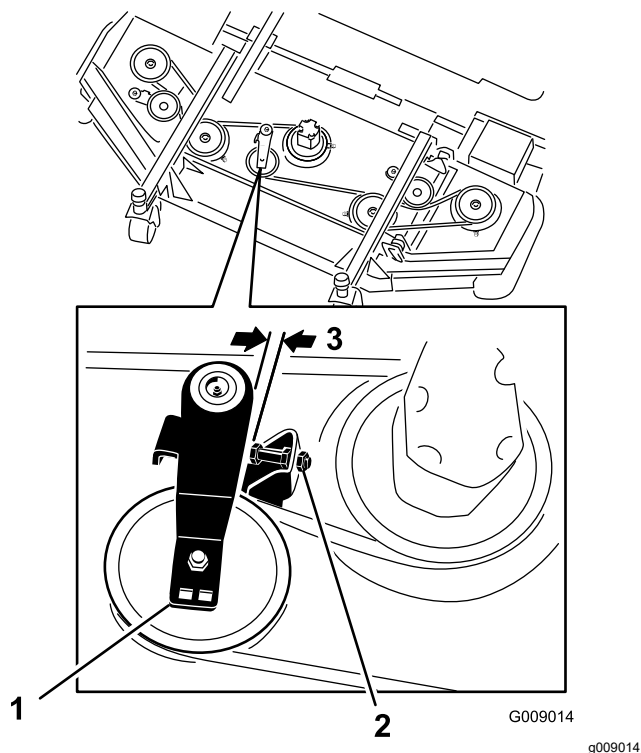

Figura 124
3. En la carcasa delantera central, afloje las contratueras del tornillo de tope de la polea tensora y enrosque el tornillo de tope en el soporte (Figura 124).
4. Con una llave de carraca u otra herramienta similar, aleje la polea tensora de cada carcasa lateral de la correa de transmisión para aliviar la tensión de la correa y poderla retirar de la polea de la carcasa lateral (Figura 124).